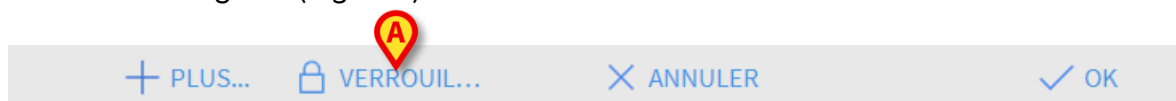

Fig. 4
- de cliquer sur le bouton **Verrouiller** sur la barre des commandes de la page de connexion « Log in » (Fig. 4 A).